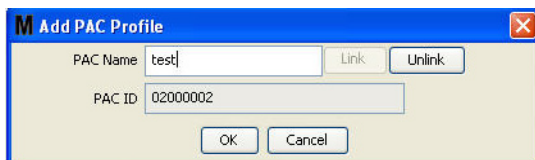

FIG. 115
- Le numéro d'identification de la PAC s'affiche dans le champ d'identification de PAC (PAC ID) (FIG. 115). Cliquez sur OK pour fermer la fenêtre et sauvegarder les modifications.
Remarquez que le bouton « Link » à la FIG. 115 n'est plus actif et est remplacé par le bouton « Unlink » qui devient actif. Cliquer sur le bouton « Unlink » dissocie le lien entre la PAC et l'ordinateur de Matrix.